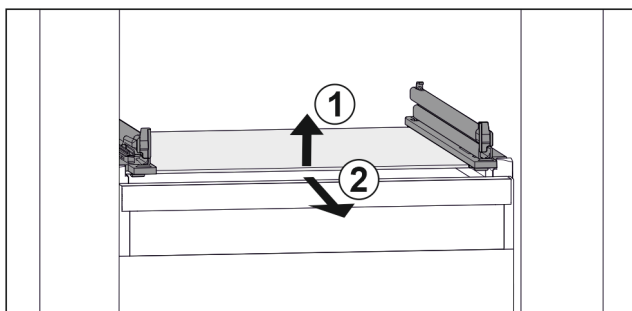

Fig. 106 Příklad znázornění skleněné desky
- ▶ Nadzvedněte skleněnou desku vpředu. Fig. 106 (1)
- ▶ Vyjměte skleněnou desku dopředu. Fig. 106 (2)